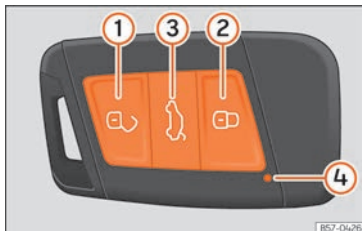
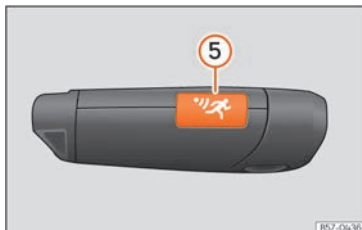

Fig. 73 Chave do veículo.
Fig. 74 Chave do veículo com botão de alarme.
Quando se pressiona brevemente um botão na chave do veículo, a luz de controlo pisca ④ » **Fig. 73** uma vez brevemente, mas se se pressionar durante um tempo prolongado, piscará várias vezes, por exemplo, na abertura de conforto.
Legenda da » **Fig. 73,** » **Fig. 74**